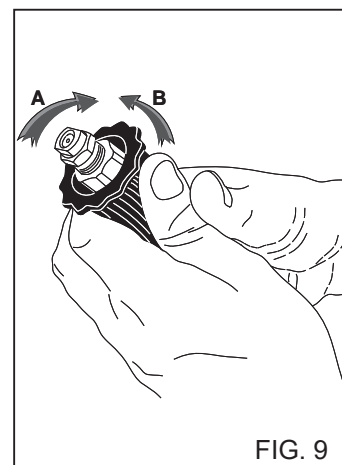

FIG. 9
**USO DELLA TESTINA REGOLABILE (Fig. 9)**
2) Azionare l'idropultrice, attivare il comando di aspirazione del detersivo presente sulla lancia (fig. 9) e cospargere la superficie da lavare agendo dal basso verso l'alto. Lasciare reagire per alcuni minuti.